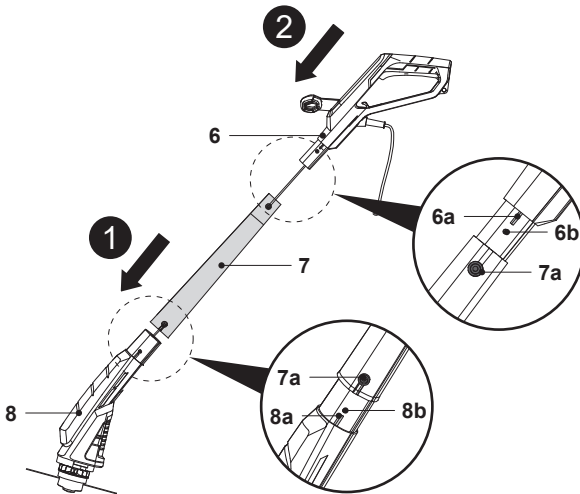

Fig. 1
1. Alinee y deslice la ranura deslizante de la parte central de la barra (7) sobre la espiga (8a) de la parte inferior (8). Inserte por completo la parte central de la barra (7) y asegúrese de que los orificios para los tornillos (7a, 8b) estén bien alineados (Fig. 1, paso 1).
2. Alinee y deslice la espiga (6a) de la parte superior de la barra (6) en la ranura deslizante de la parte central (7). Inserte por completo la parte superior de la barra (6) y asegúrese de que los orificios para los tornillos (6b, 7a) estén bien alineados (Fig. 1, paso 2).